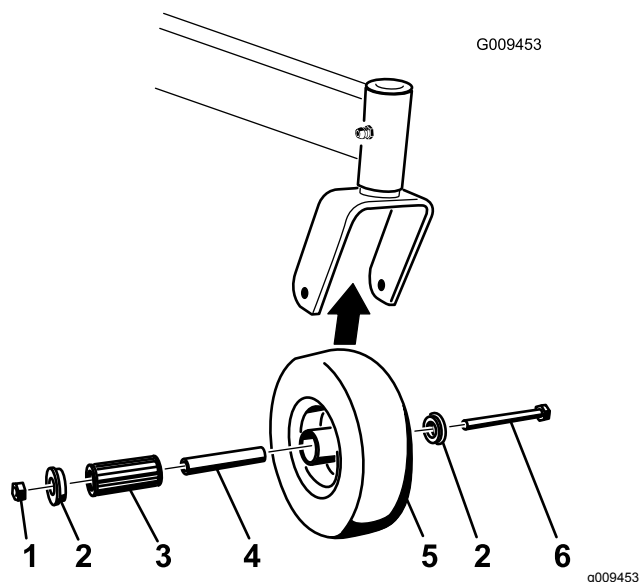

Figura 68
1. Retire la contratuerca y el perno que sujetan la rueda giratoria a la horquilla (Figura 68).
- Retire un casquillo, y tire del casquillo intermedio y del cojinete de rodillos para sacarlos del cubo de la rueda (Figura 68).
- Retire el otro casquillo del cubo de la rueda y limpie la grasa y la suciedad del cubo de la rueda (Figura 68).
- Nota:** Repare o cambie cualquier pieza dañada o desgastada (Figura 68).
- Coloque un casquillo en el cubo de la rueda (Figura 68).
- Engrase el cojinete de rodillos y el casquillo intermedio y deslícelos en el cubo de la rueda (Figura 68).
- Coloque el segundo casquillo en el cubo de la rueda (Figura 68).
- Instale la rueda giratoria en la horquilla y fíjela con el perno y la contratuerca (Figura 68).
- Apriete la contratuerca hasta que el casquillo intermedio se apoye contra el interior de las horquillas de las ruedas giratorias (Figura 68).